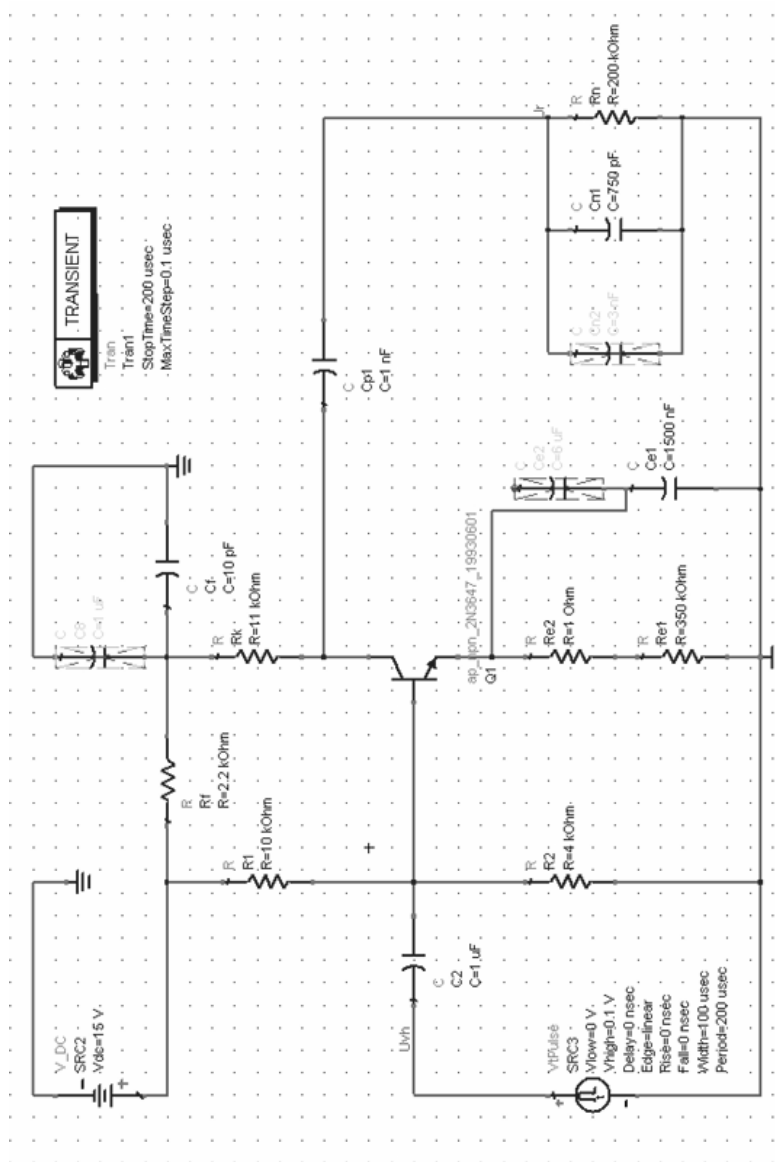

Рис. 7. Схема эксперимента 5
**Эксперимент 5.** Использовать схему на рис. 3, ввести НЧ коррекцию (деактивировать емкость  $C_8$ ) (рис. 7). Повторить все пункты эксперимента 1.